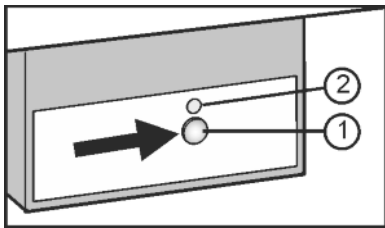

Fig. 18
- ▶ Нажмите и удерживайте кнопку On/Off Fig. 18 (1) так, чтобы светодиод Fig. 18 (2) загорелся.